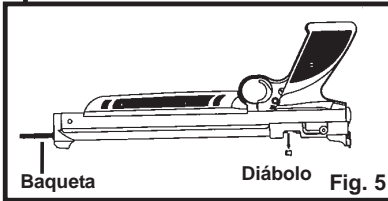

Fig. 5
- Con el cerrojo abierto, introduzca una varilla por la boca del cañón y empuje suavemente el diábolito atorado hacia el puerto de carga de diábolos (parte delantera del cerrojo). (Fig. 5)